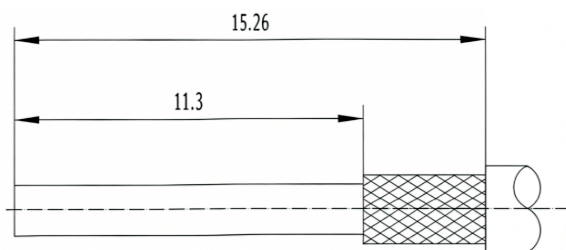

图8
①按图8所示剥开电缆，末端面必须切割干净并与电缆的轴向面垂直，切割时，电缆不能变形。推荐热剥线。